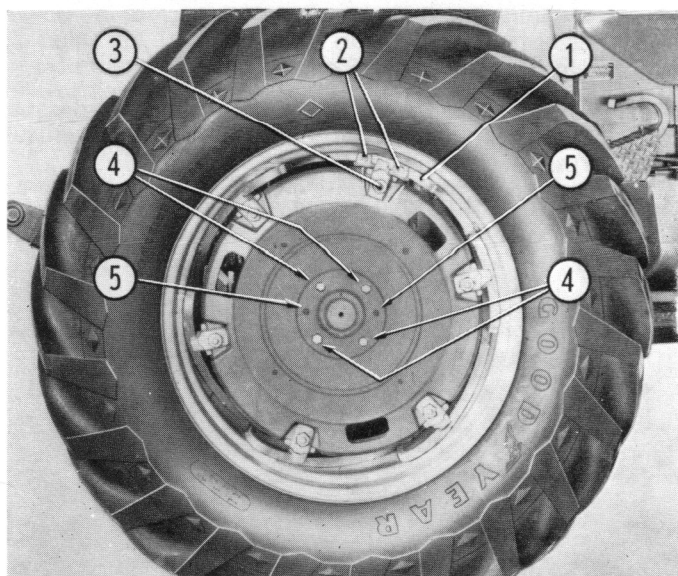

Fig. 72
1. Déposer les deux butées de la rampe principale 2 (fig. 72) sur chaque roue. Placer une des butées sur chaque rampe à la position correspondant à la voie désirée.
1. Mettre le tracteur sur cric. Desserrer d'environ 4 tours deux des boulons de fixation du flasque sur le moyeu 4 (fig. 72). Déposer les deux autres boulons et les visser dans les trous taraudés du flasque.